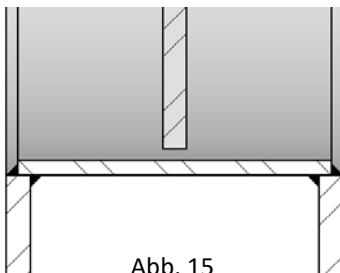

Abb. 15
- **Sitz 1:** Bei dieser Verschlussart besteht kein Kontakt zwischen Gehäuse und Lamellen (Abb. 15). Die geschätzte Leckage beträgt 3% des Rohrdurchflusses. Es gibt bestimmte Spielräume zwischen Innendurchmesser des Gehäuses und Außendurchmesser der Lamellen einerseits und andererseits zwischen den einzelnen Lamellen, damit die Jalousieklappe problemlos öffnen und schließen kann. Folglich rechnet man bei dieser Verschlussart mit einer Dichtheit von 97%.